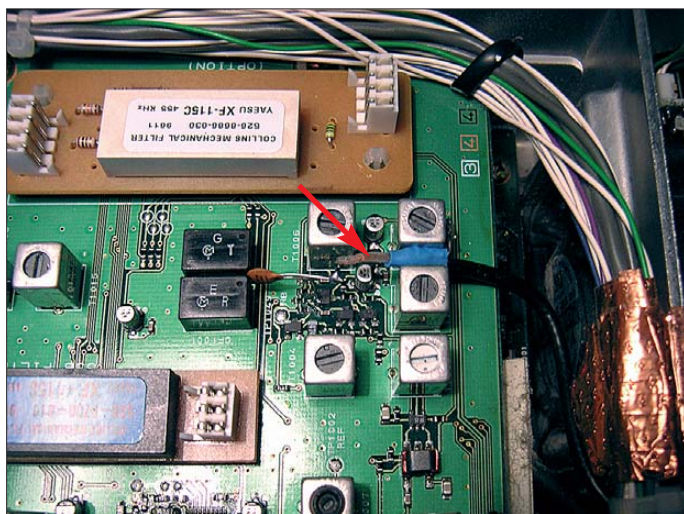

Bild 12:
- FT-847: AF-CNTL-Unit, FMWB, NB Kollektor Q1002 (Bild 12).